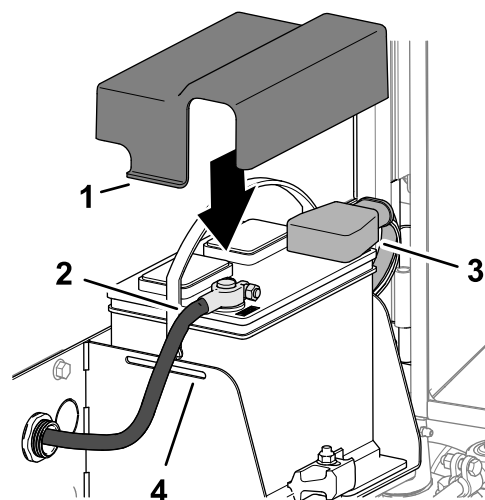

Figure 132
1. Branchez le câble positif (rouge) de la batterie sur la borne positive (+) de la batterie (Figure 132).